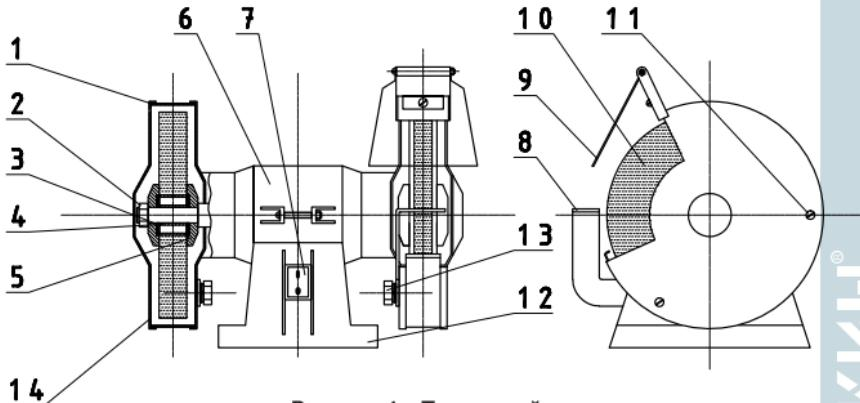

Рисунок 1 - Точильный станок.
2. Установить и закрепить экран прозрачный (9), подручник (8) рис.1.
- ослабляется гайка (2) (см. рис.1)
- затягивается гайка (2)
5. При работе допускается незначительное перемещение электроточила относительно опорной поверхности. Для исключения этого явления необходимо точильный станок закрепить на рабочем месте через отверстия в подставке (12) или установить его на резиновую прокладку.
Внимание! Установка шлифовального круга без картонных прокладок (3) (рис.1) не допустима. Запрещается заменять вилку двухполюсную с заземляющим контактом на вилку двухполюсную без электроточило в сеть без заземления.